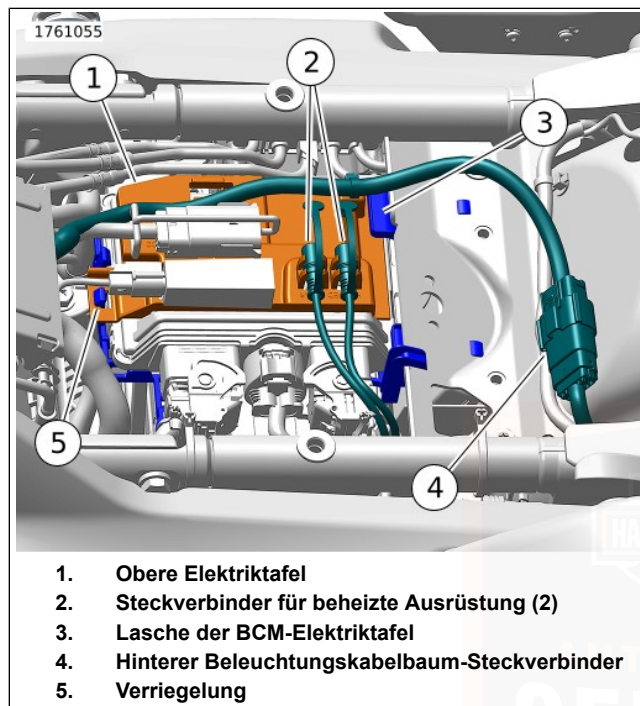
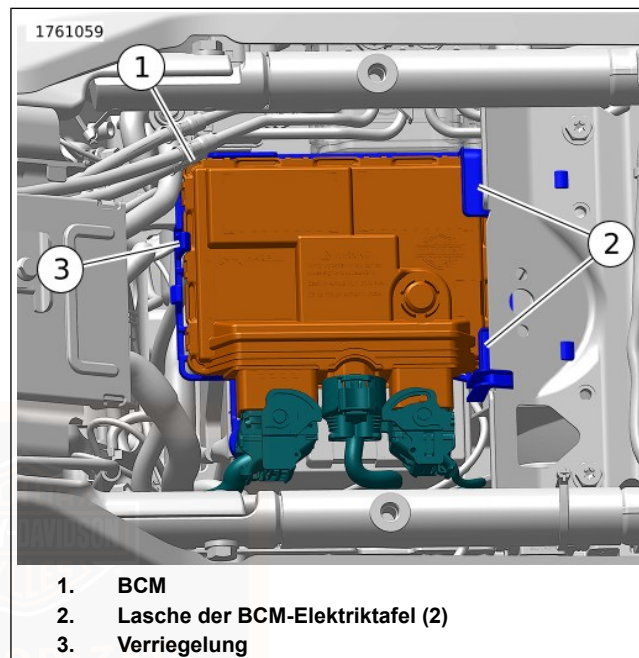
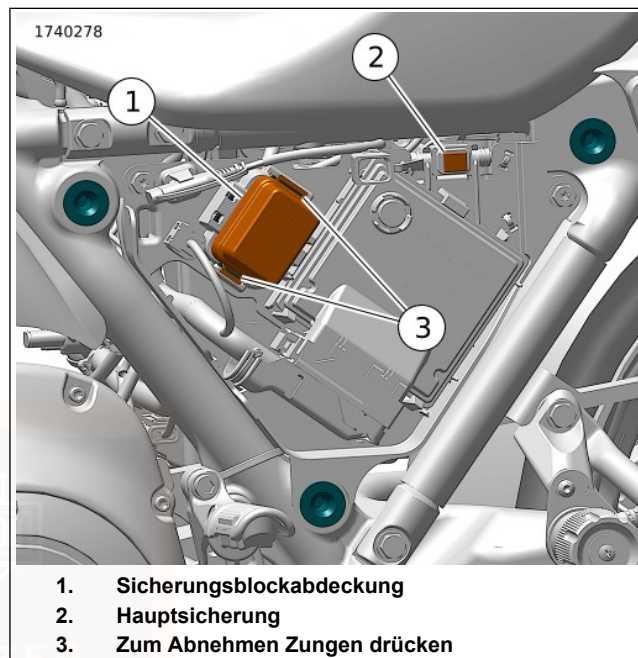

Abbildung 114. Ausbau/Einbau der oberen Elektrizitäts-tafel
Abbildung 115. Ausbau/Einbau des BCM
Abbildung 118. Sicherungsblock (unter der linken Seitenabdeckung)
- d. Siehe Abbildung 118 . Die Hauptsicherung (2) ausbauen.
3. Siehe Abbildung 114. Den Steckverbinder (4) des hinteren Beleuchtungskabelbaums abklemmen.
4. Die Steckverbinder (2) der beheizten Ausrüstung von der oberen Elektrizitätstafel (1) entfernen.
5. Die Verriegelung (5) leicht nach hinten drücken und die Vorderseite der oberen Elektrizitätstafel anheben. Die obere Elektrizitätstafel nach vorne schieben, um sie von der Lasche (3) der BCM-Elektrizitätstafel zu lösen.
7. Siehe Abbildung 115. Die Verriegelung (3) leicht nach vorne drücken und die Vorderseite des BCM (1) anheben. Das BCM nach vorne schieben, um es von den Laschen (2) der BCM-Elektrizitätstafel zu lösen.
9. Siehe Abbildung 115. Das BCM (1) in die Position oben auf der BCM-Elektriktafel absenken. Das BCM nach hinten unter die hinteren Laschen (2) der BCM-Elektriktafel schieben.
10. Die Vorderseite des BCM nach unten drücken, bis die Verriegelung (3) einrastet.
11. Siehe Abbildung 114. Die obere Elektriktafel (1) in die Position oben auf dem BCM absenken. Die obere Elektriktafel nach hinten unter die Lasche (3) der BCM-Elektriktafel schieben.
12. Die Vorderseite der oberen Elektriktafel nach unten drücken, bis die Verriegelung (5) einrastet.
13. Die Steckverbinder (2) für die beheizte Ausrüstungen in den Haltern an der oberen Elektriktafel anbringen.
14. Den Steckverbinder (4) des hinteren Beleuchtungskabelbaums anschließen.
15. Siehe Abbildung 118 . Die Hauptsicherung (2) einbauen.
Siehe Abbildung 118. Eine 60 A -Hauptsicherung (2) befindet sich in der Nähe des Sicherungsblocks. Wenn die Hauptsicherung entfernt wird, unterbricht das die Stromversorgung zu allen Systemen, außer Anlasser und Anlassermotor/-magnetschalter.
Siehe Abbildung 118. Sicherungen befinden sich unter der linken Seitenabdeckung.